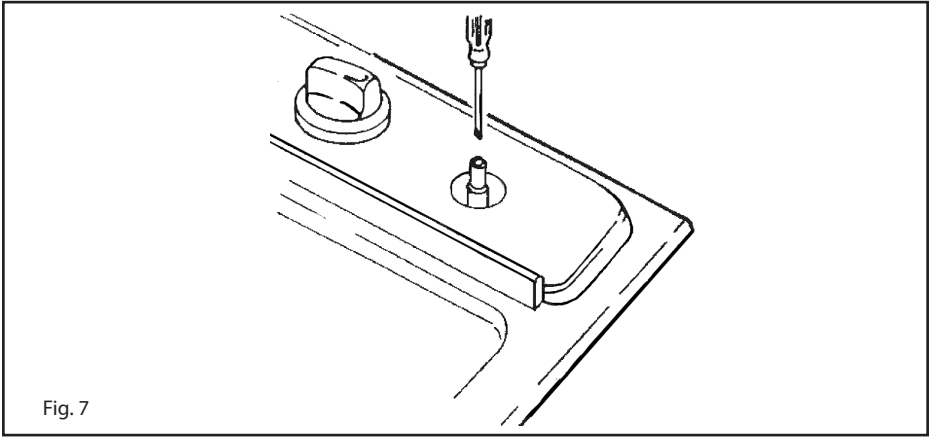

Fig. 7
- para a regulação do mínimo agir com uma oportuna chave de parafusos sobre o parafuso colocado na torneira (Fig. 7) depois de o ter rodado à posição mínimo. Para GPL (butano / propano) ataxar a fundo.